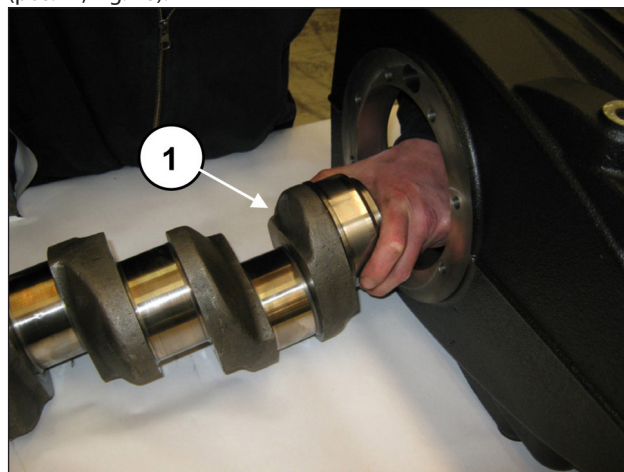
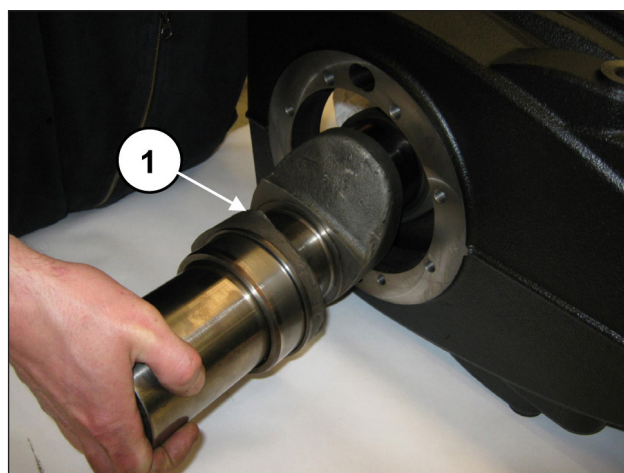

Fig. 47
Fig. 48
Insira o eixo do lado PTO, prestando atenção para não bater os eixos das hastes montadas anteriormente (pos. ①, Fig. 47) e (pos. ①, Fig. 48).